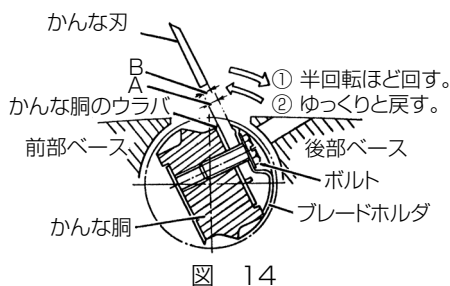

図 14
(1) かなな刃やかなな胴に付いている削りくずをきれいにふきとります。
(2) ベルトでかなな胴を図 14 の矢印①の方向に半回転ほど回し、次に矢印②の方向にゆっくり戻して、かなな胴のウラバとブレードホルダとの間にすき間をあけます。
**注** • ウラバとブレードホルダとのすき間 A (図 14 参照) はかなな刃の厚み B より少しだけ広くしてください。あけ過ぎた時はボルトを回してすきま A を調整してください。